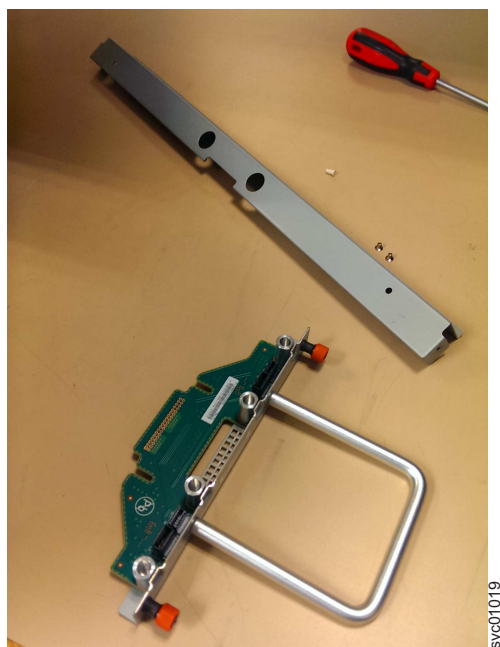

图 103. 机箱的 FIB 部件
1. 将新的 FIB、外盖和外盖螺钉（图 103 中所示）集中放在一个安全的位置。